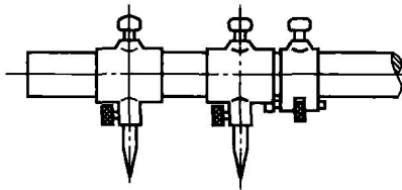

图 1-3 长划规
② 长划规 用于划大圆或划大圆弧，其长杆采用长方形的木质杆或圆形钢管等制成，划规脚套在长杆上，可往返移动，当其位置确定后，用紧固螺钉锁紧，如图1-3所示。
(3) 石笔、粉线及墨斗
① 石笔 石笔在使用前应将头部磨成斜楔形，保证划出